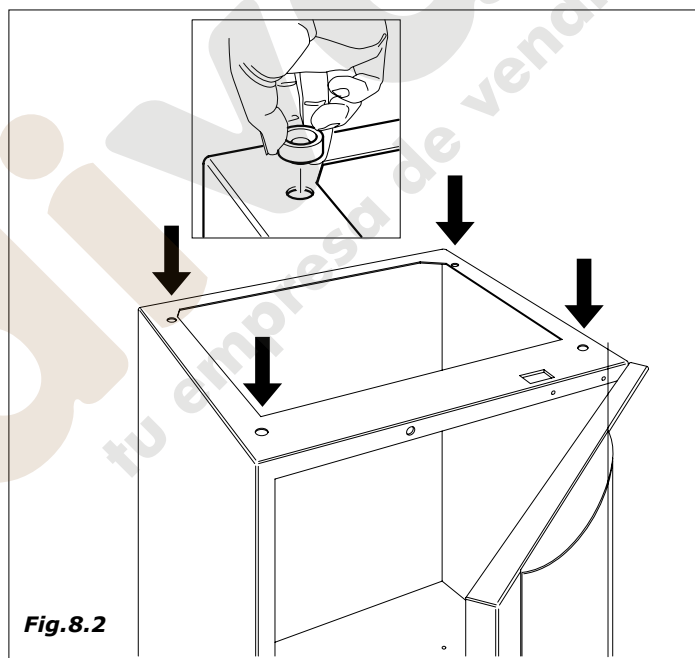

Fig.8.2
- introducir en el mueble base los 4 casquillos de centrado (Fig. 8.2)